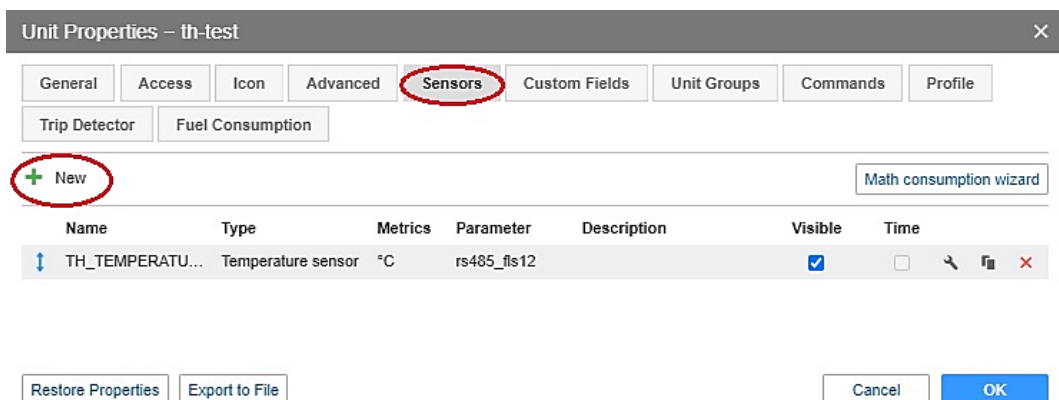

Рисунок 28 – Окно Unit Properties
- В открывшемся окне **Unit Properties** выбрать вкладку **Sensors** (рисунок 28), в которой отображаются все подключенные датчики и устройства.